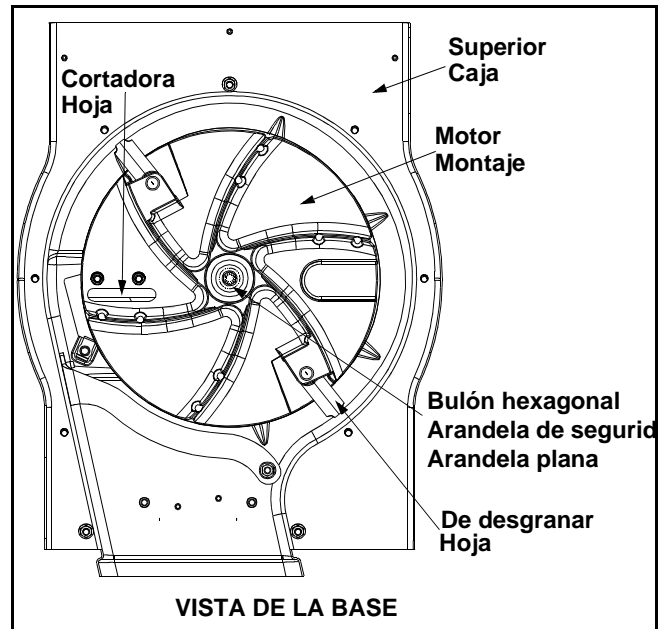

Figura 13
- Saque el bulón hexagonal, la arandela de seguridad y la arandela plana que unen el montaje del motor al cigüeñal. Ver Figura 13.